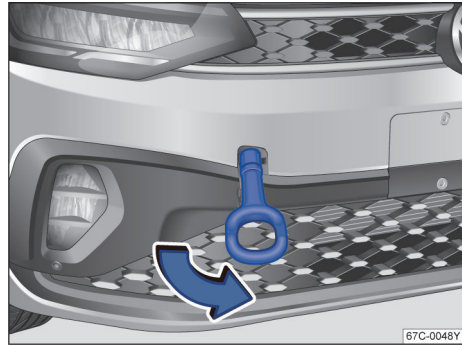

图 124 在保险杠的右前部：安装牵引环
- 将牵引环朝箭头方向拧入螺纹孔内，直到限位位置 → 图 124。